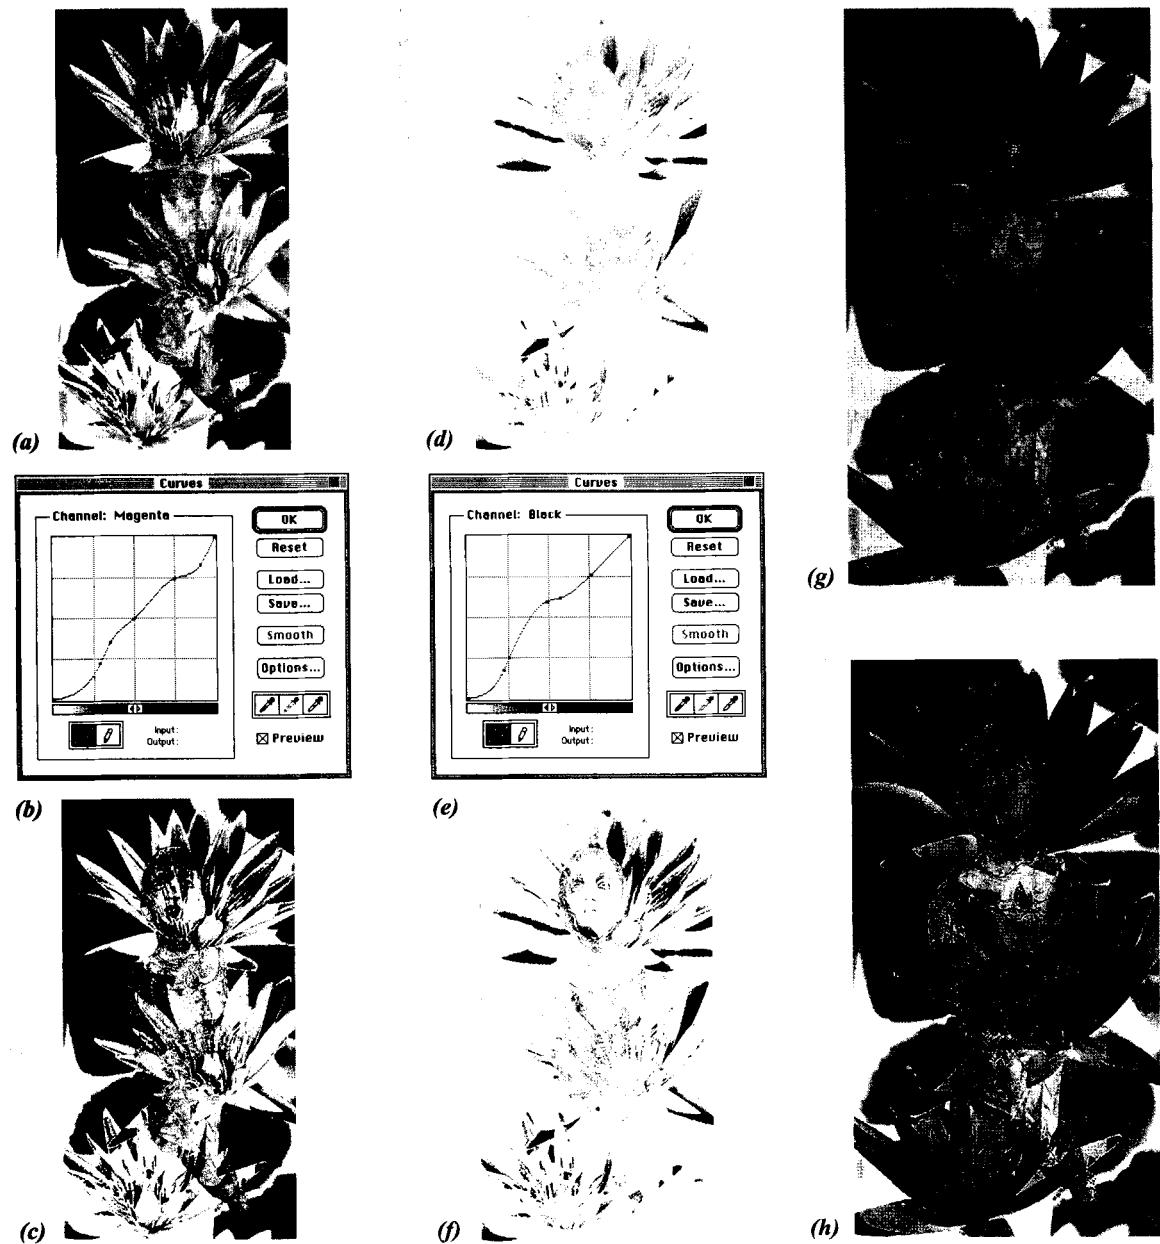

Рисунок 6-8
3. Для определения того, какой из каналов CMYK имеет приемлемый уровень яркостной контрастности, а в каких его следует повышать, просмотрите каждый из каналов CMYK и его тоновую гистограмму. Рассмотрим пример рисунка С-11. Для пурпурного и черного каналов контрастность наименьшая, что очевидно, если вспомнить, что пурпурный канал управляет зеленым, в то время как черный — всем изображением в целом. Рисунок 6-8 демонстрирует исходный вид пурпурного и черного каналов, тоновые кривые, используемые